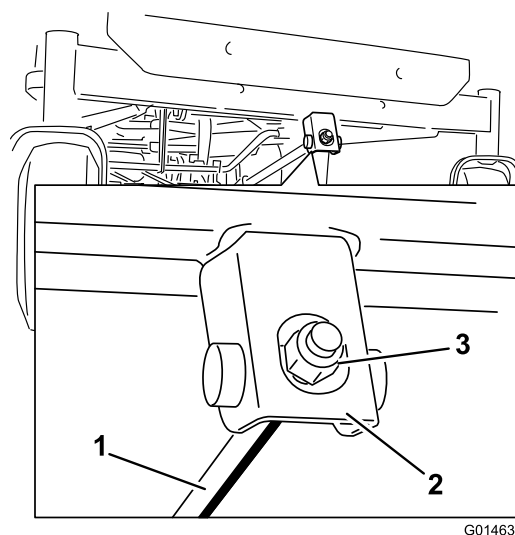

Figure 54
6. Pour régler l'inclinaison avant/arrière des lames, tournez l'écrou de réglage à l'avant du tablier de coupe (Figure 54).